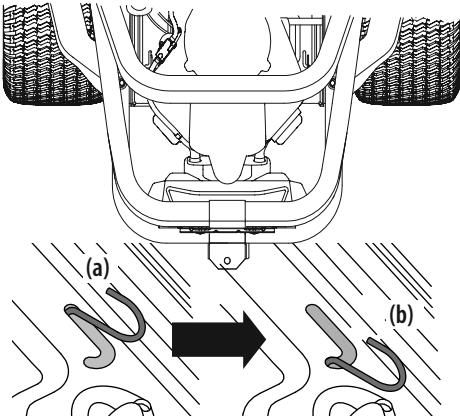

Figura 1
- Para engranar las varillas de derivación de transmisión, tire de la varilla hacia atrás (a) y hacia el interior de la sección inferior de la ranura "J". Repita en el lado contrario. Consulte la Figura 1.